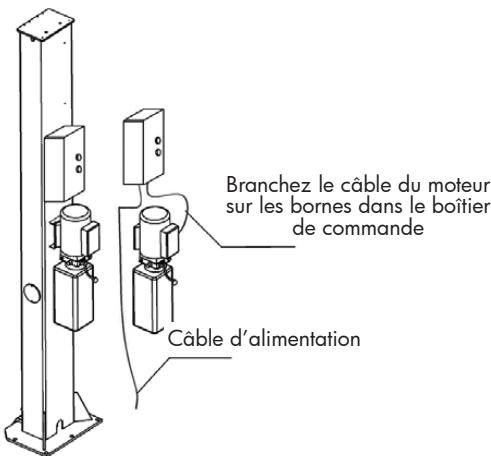

Fig. 12
3. Branchez l'électrovanne et le câble du moteur (fig. 12). La photo Q en page 48 vous montre comment remplacer les bouts de câbles utilisé en usine lors des tests, que vous devez remplacer par les câbles définitifs.